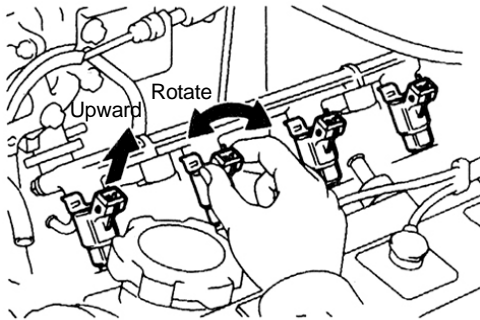

Figure 100
- (d) Check injector for smooth rotation. See (Figure 100).